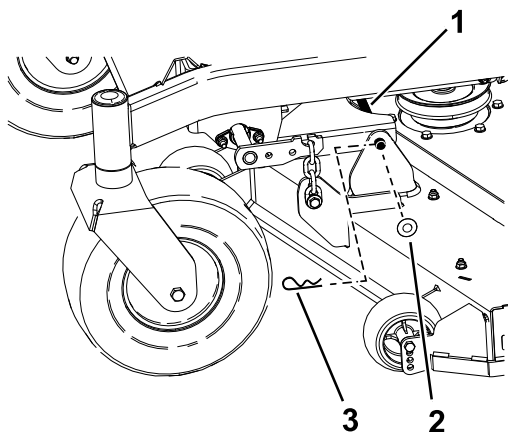

Figura 60
- Retire la chaveta y la arandela que sujetan el pasador de enganche al bastidor y a la carcasa; retire el pasador de enganche (Figura 60).
- Sujete el perno de enganche con las chavetas y las arandelas que retiró anteriormente (Figura 60).